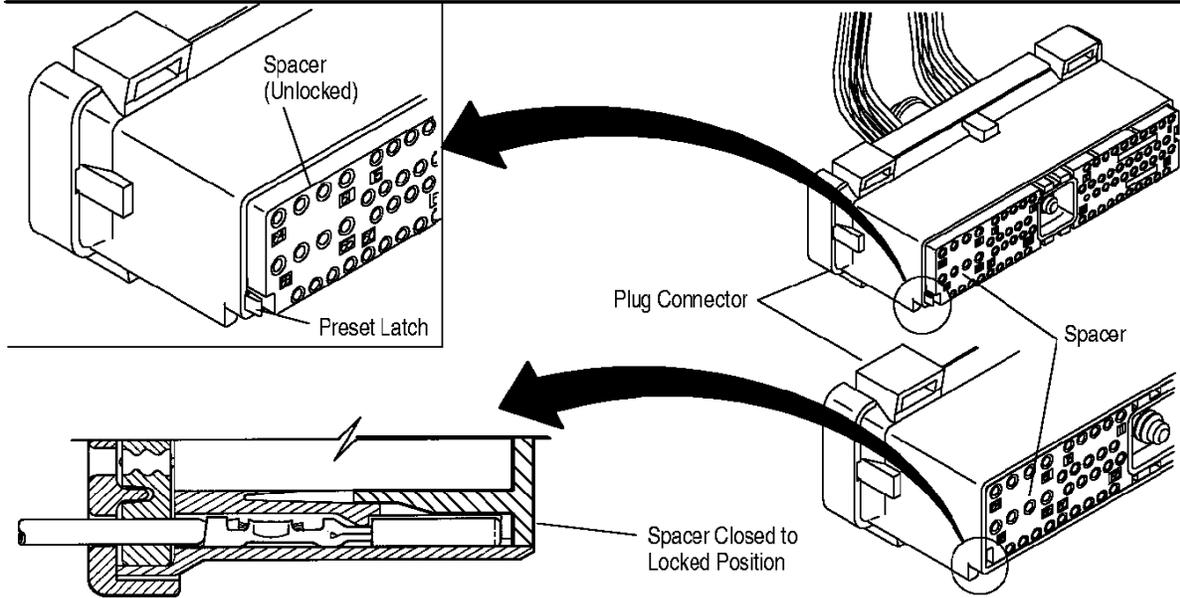

Figure 3
8. Remettre en place le bloc de verrouillage (plug spacer) afin de verrouiller les pattes de retenue. Presser les languettes de verrouillage (preset latch) vers l'intérieur et pousser le bloc de verrouillage jusqu'à ce qu'il soit complètement inséré dans le logement des contacts (figure 3).
3. After all required contacts have been inserted, the spacer must be closed to its *locked* position. Release the locking latches by squeezing them inward and slide the spacer forward until it is flush with the housing plug assembly. See Figure 3.